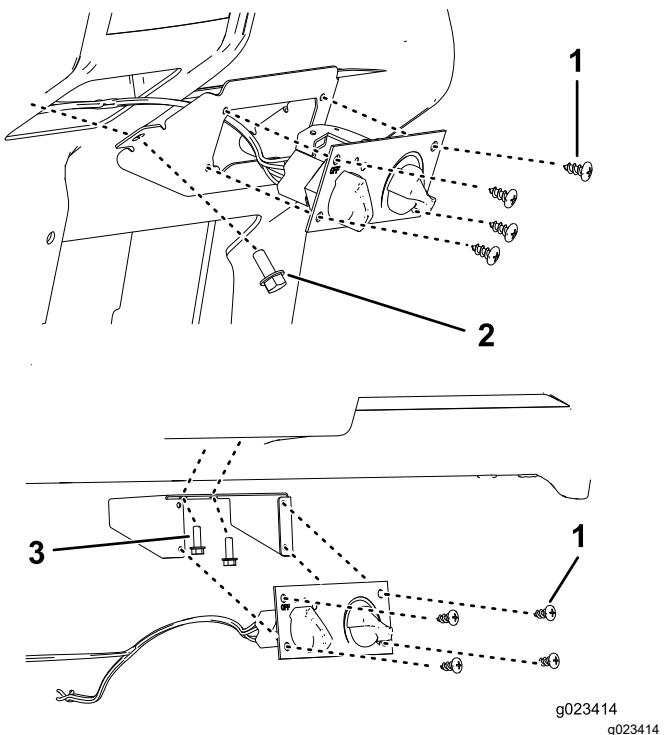

Figura 5
- Sujete el panel de control del calentador a su soporte usando 4 tornillos para chapa (Figura 5).
- Conecte el cable de control del calentador y el conector del arnés de cables negro al control del calentador y el conector del arnés de cables blanco al calentador (Figura 5).
- Sujételo usando 4 pernos con arandela prensada (5/16" x 3/4") en la parte delantera del soporte de control del calentador y 2 pernos (5/16" para los modelos HD) en el lateral del soporte o 2 pernos (1/4" para los vehículos MD) en el interior de la parte superior del soporte, dependiendo del modelo que tenga (Figura 5).